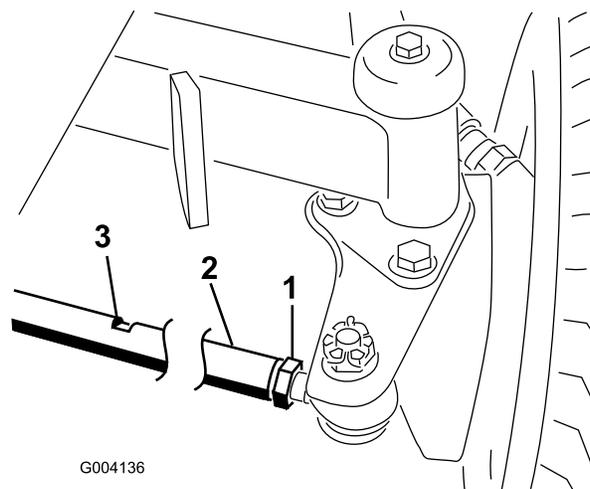

Рисунок 65
2. Ослабьте контргайку с каждой стороны тяги (Рисунок 65).